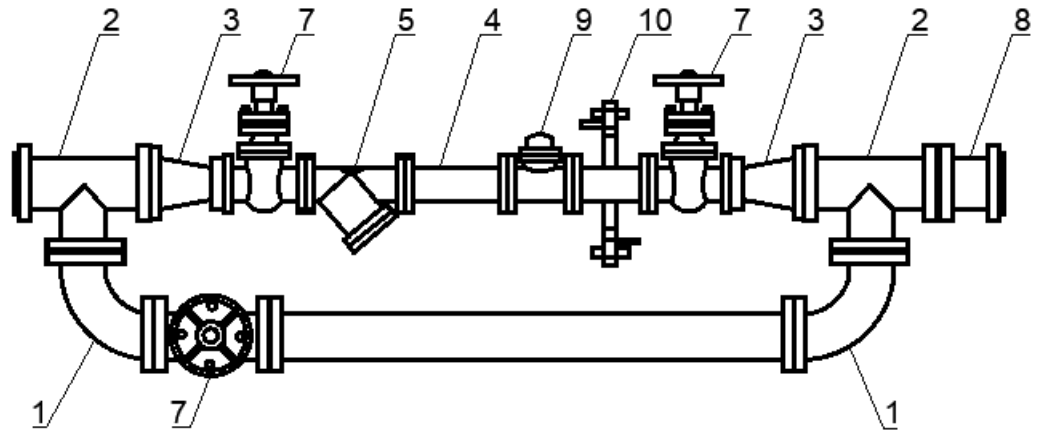

Рис. 7. Склад будинкового водомірного вузла з байпасом
- з обвідною лінією (з байпасом) (Рис. 7).